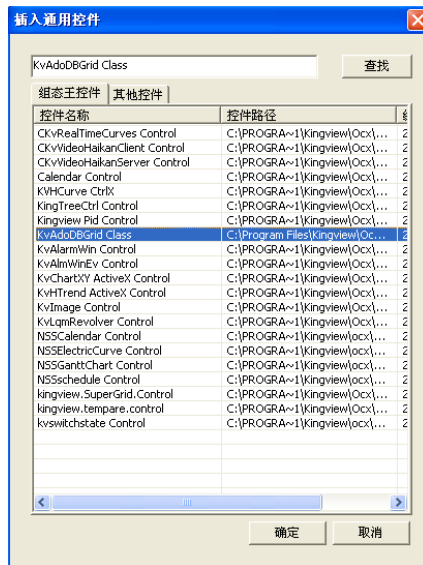

图 9-11 通用控件对话框
- 1、单击工具箱中的“插入通用控件”工具或选择菜单命令“编辑插入通用控件”，则弹出控件对话框。在控件对话框内选择“KvAdoDBGrid Class”选项，如图 9-11 所示。